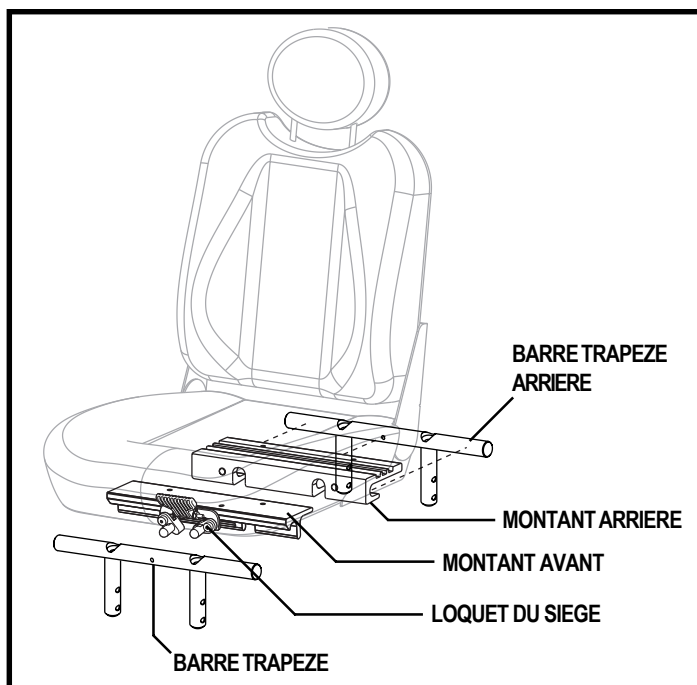

Figure 10. Système d'attaches universelle (UMS)
2. Penchez le siège vers l'arrière et glissez le montant arrière sur la barre trapèze arrière. Voir la figure 10.
3. Retirez les deux montants qui sont sous le siège. Voir la figure 10.